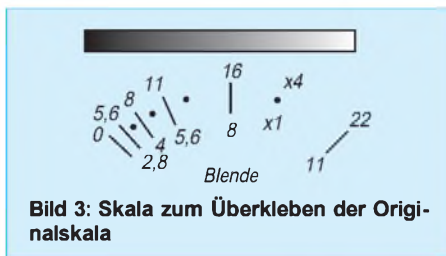

Bild 3: Skala zum Überkleben der Originalskala
doch eine, die der Wurzel des durch das Instrument hindurchfließenden Stroms (und somit der Ladespannung am Kondensator) proportional ist und damit Gleichung (4) genügt. Die Skala des Instruments sollte daher zweckmäßigerweise mit einer nicht-linearen Ausführung überklebt werden. Bild 3 zeigt eine entsprechende Skalenausführung.